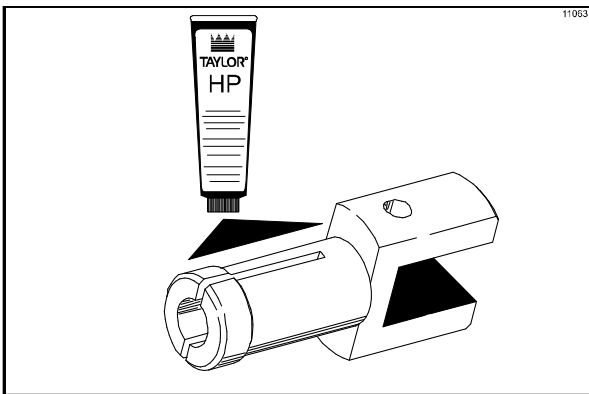

Abbildung 118
8. Das dünnere Ende des angetriebenen Kreisels schmieren. (Siehe Abbildung 118.)